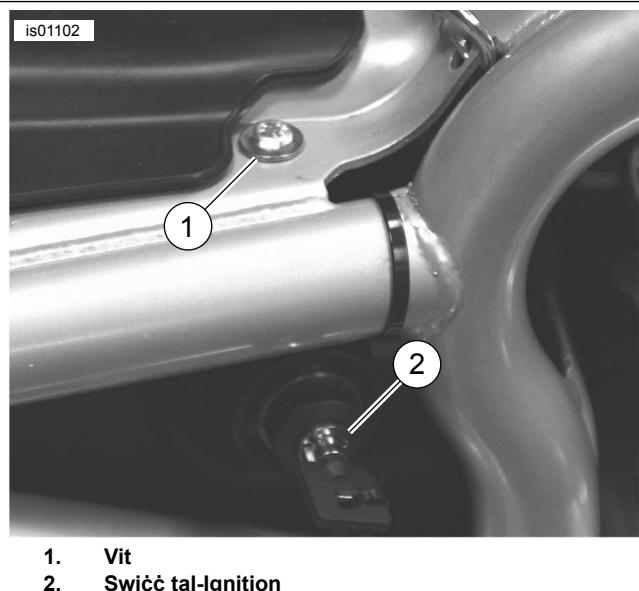

Figura 6. Konnessjoni tal-Ert (Mudelli V-Rod tal-2006 u Qabel)
1. Ara Figura 6. Neħħi l-vit (1, taħt is-sedil) li jorbot is-swiċċ tal-ignixin (2) man-naħha tal-lemin tal-frejm.